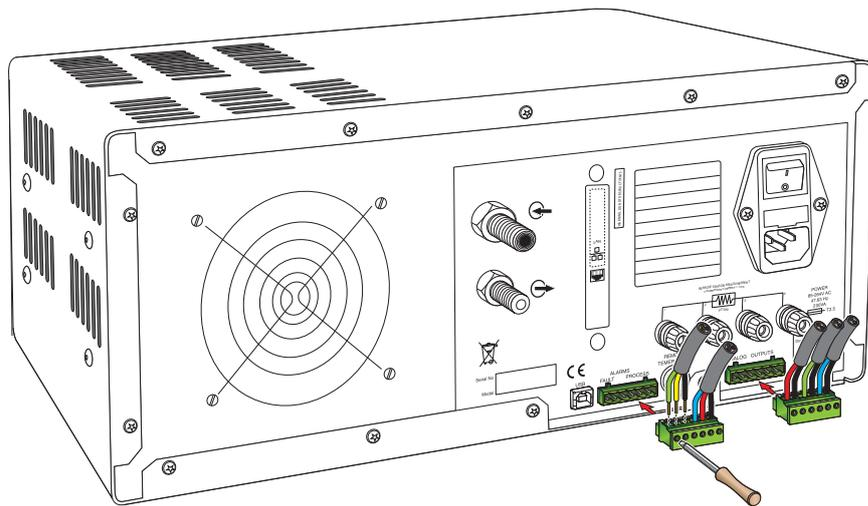

図 6 警報とアナログ出力接続
3つのアナログ出力ポート接続は、図6に示されている単一の6方ピン押し込み式コネクタブロック経由で行われます。すべての出力は2線式で、共通の0 Vラインを基準とした、順方向信号です。出力を区別するため、黒のリード線を各COM(共通)ラインに使用し、別の色を各順方向信号ラインに使用することが推奨されています。
2つの警報出力ポートは、図6に示されているように、単一の6方ピン押し込み式コネクタブロックを介して、測定器に接続されます。各出力は、3線セットの無電位、切替えリレー接点で構成されています。
7. アナログと警報コネクタを、測定器の背面にあるそれぞれのソケットに挿入し(図6を参照)、外部PRTプローブとUSB通信ケーブルとコネクタを、適直接続します。